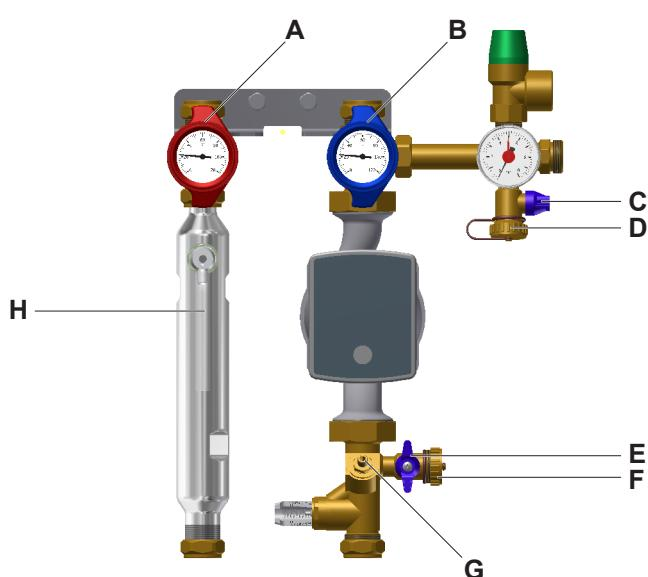

Fig. 7: Raccordement de remplissage et de rincage
- Ouvrir le robinet à boisseau spérique (pos. C, voir Fig. 7 à la page 12) de l'alimentacion.
- Ouvrir le robinet à boisseau spérique d'envoi (vanne multifonctions, pos. A, voir Fig. 7 à la page 12) en tournant la poignée à thermomètre (voir „Positions de la poignée à thermomètre“ à la page 14).
- Fermer le robinet à boisseau de retour (vanne multifonctions, pos. B, voir Fig. 7 à la page 12) en tournant la poignée à thermomètre (voir „Positions de la poignée à thermomètre“ à la page 14).
L'vanne multifonctions d'envoi et de retour (vanne multifonctions, pos. B, voir Fig. 7 à la page 12) peut être ouverte de 45° au besoin (position de vidange, voir Fig. 7 à la page 12).
- Ouvrir la vanne de réglage/débit (pos. G, voir Fig. 7 à la page 12).
- Lors du processus de lavage et de remplissage, ouvrir 2-3 fois le robinet à boisseau spérique de retour (vanne multifonctions, pos. B, voir Fig. 7 à la page 12) pour désaérer la pompe de circulation.
- Fermer le robinet de remplissage et de vidange (pos. E, voir Fig. 7 à la page 12).
- Fermer le robinet de remplissage et de vidange (pos. C, voir Fig. 7 à la page 12)
- Ouvrir le robinet à boisseau spérique de retour (vanne multifonctions, pos. B, voir Fig. 7 à la page 12) en tournant la poignée à thermomètre (voir „Positions de la poignée à thermomètre“ à la page 14).
- Enlever le tuyau de remplissage (tuyau flexible) de la pompe de lavage et de remplissage externe à la prise (pos. C, voir Fig. 7 à la page 12), le tuyau rincage à la prise (pos. F, voir Fig. 7 à la page 12) de la souape de sécurité, et visser les bouchons de fermeture sur les raccordements.
- Ouvrir complètement les robinets à boisseau spérique départ et retour (vanne multifonctions, pos. A+B, voir Fig. 7 à la page 12).